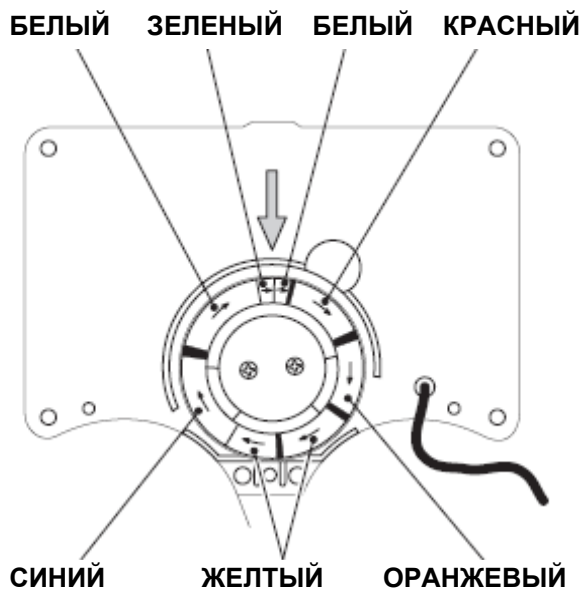

Рис. 6
- c) Поверните кулачковое кольцо в положение **БЫСТРОЙ ПРОМЫВКИ** (см. рис. 6).